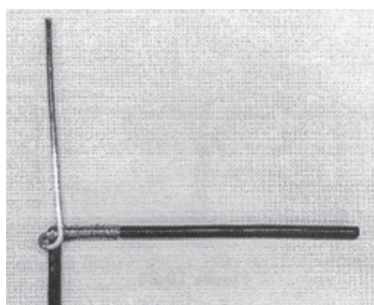

figura 19
5. Dobre o condutor rígido, como mostra a **figura 19**.